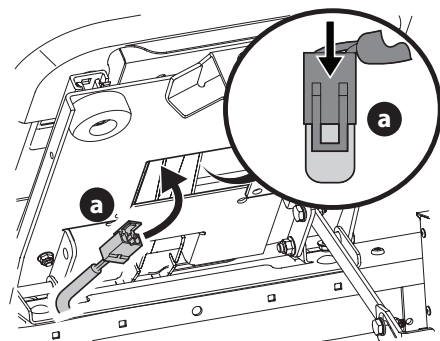

Figura 10
4. Inserte el mazo de cables (a) en la parte inferior del asiento (Figura 10).
NOTA: al conectar el mazo de cables (a), asegúrese de empujar el exceso de cable del mazo de cables (a) al interior del orificio de la caja del asiento antes de continuar (Figura 10).